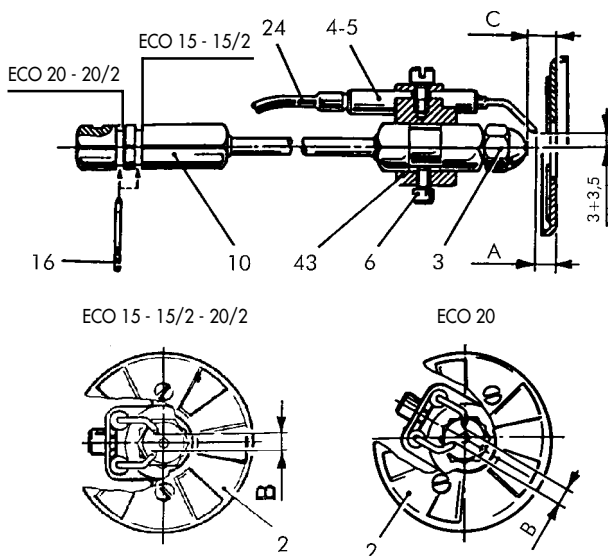

Fig. 14
- Gicleur (3) défectueux ou sale;
- Electrodes d'allumage (4-5) incrustées ou endommagées (voir les positions à la figure 14);
- Noircissement de la photorésistance (19);
- Problème au niveau de l'étanchéité de l'électrovanne (29);
Effectuer le nettoyage des électrodes sans modifier, dans la mesure du possible, leur position par rapport à l'accroche-flamme; sans quoi, en phase de montage, respecter les dimensions indiquées à la figure 14.